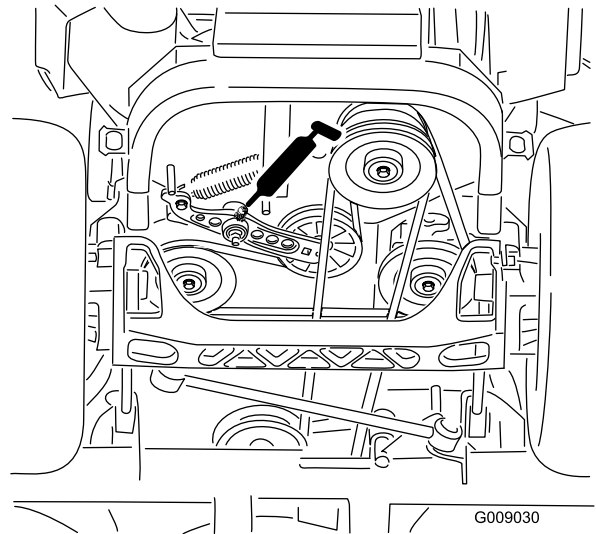

Bild 49
6. Fetten Sie den Spannarm des Treibriemens ein (**Bild 49**).